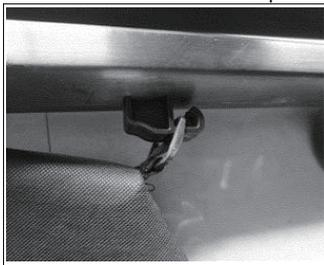

Fig. 4-1
**Montaggio del sacco di raccolta (Fig. 4-1 & 4-2)**